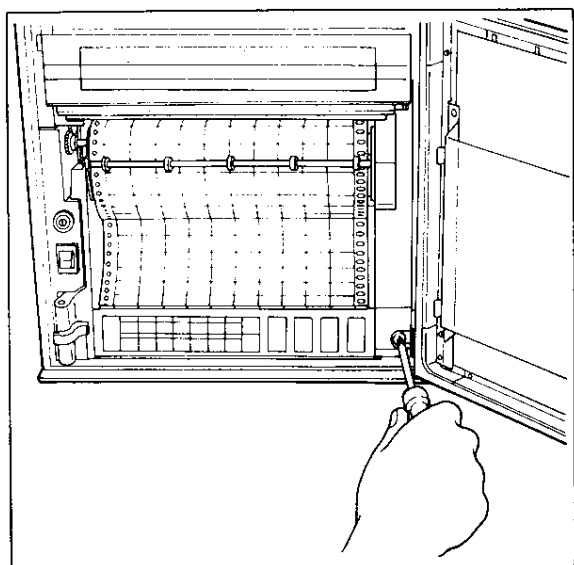

図 6.1
- (1) ⊕ドライバーにより、内器ロックネジをとりはずします。(図6.1)